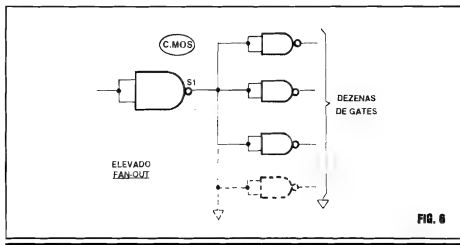

FIG. 6
- **FIG. 6 - O FAN OUT DOS C.MOS...** - Conforme já foi mencionado, o **fan out** dos C.MOS, muito alto, permite aceitar, se assim o circuito ou aplicação o requerer, dezenas e mais dezenas de Entradas de **gates** ou de outros blocos lógicos, ao comando de uma única Saída da mesma "família"... Não se esqueçam disso, pois é um importante conceito prático, na utilização desses versáteis Integrados DIGITAIS...